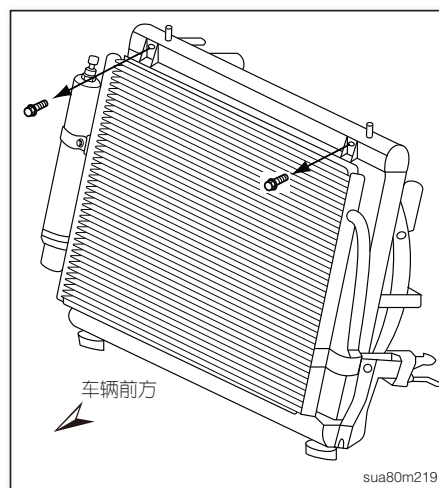

图30
6. 拆下冷凝器顶端的2颗固定螺丝(如图30), 然后取下冷凝器。